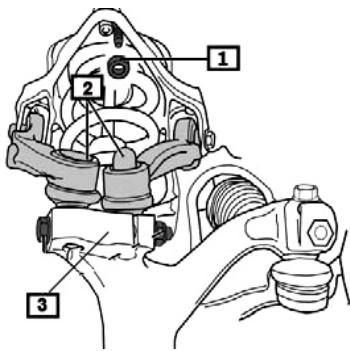
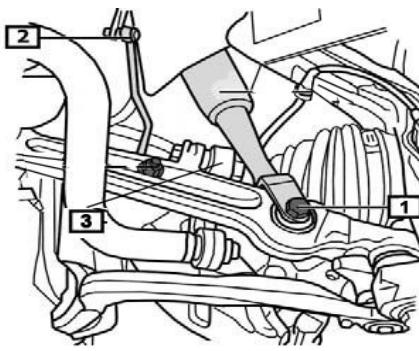

Fig. 1:
Fig. 2:
- **Fig. 1** Montage-Clip (1) entfernen, wird nicht wiederverwendet.
- Die beiden oberen Lenker (2) vom Achsschenkel (3) trennen.
- **Fig. 2** Falls vorhanden, Gestänge für Leuchtwiderrichtung (2) aushängen.
- Untere Federbeinbefestigung (1) vom Querlenker und obere Koppelstangenverbindung (3) abschrauben.
- **Fig. 1** Remove installation clip (1); it will not be re-used.
- Detach the two upper links (2) from the steering knuckle (3).
- **Fig. 2** Remove linkage for headlight leveling control (2), if present.
- Unscrew lower suspension strut attachment (1) from track control arm, as well as upper coupling rod connection (3).
- **Fig. 1** Enlever le clip de montage (1), ne pas le réutiliser.
- Séparer les deux bras supérieurs (2) de la fusée d'essieu (3).
- **Fig. 2** Si existante, décrocher la tige de réglage de la portée des phares (2).
- Dévisser la fixation inférieure de la jambe de force (1) du bras transversal puis la liaison de la biellette de connexion (3).
- **Fig. 1** Retirar el clip de montaje (1), no se vuelve a utilizar.
- Separar las dos barras de dirección superiores (2) del cuello del eje (3).
- **Fig. 2** Desenganchar el varillaje de la regulación de los faros si lo hubiese.
- Desatornillar la sujeción inferior del amortiguador (1) de la barra de dirección transversal y la unión superior de las barras de acoplamiento (2).
- Retirar los tornillos de sujeción superiores del amortiguador (7).